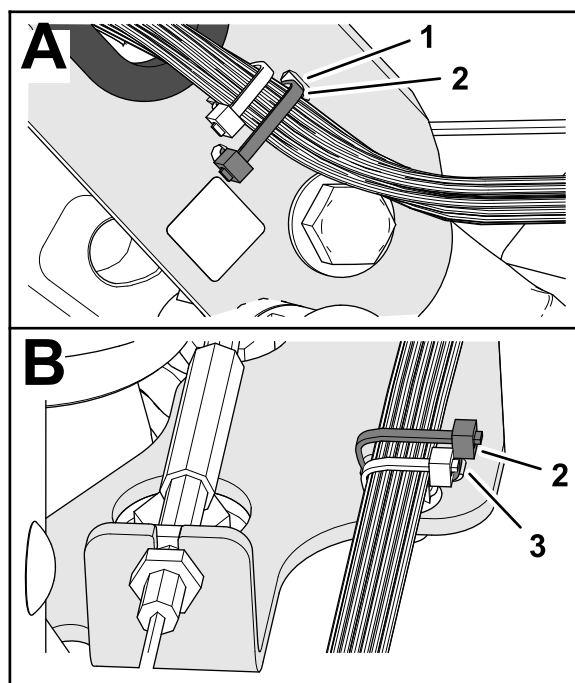

Figura 11
6. Fissate il cablaggio preassemblato della macchina al canale della maniglia con una fascetta per cavi attraverso le fessure del canale (**Figura 11**).